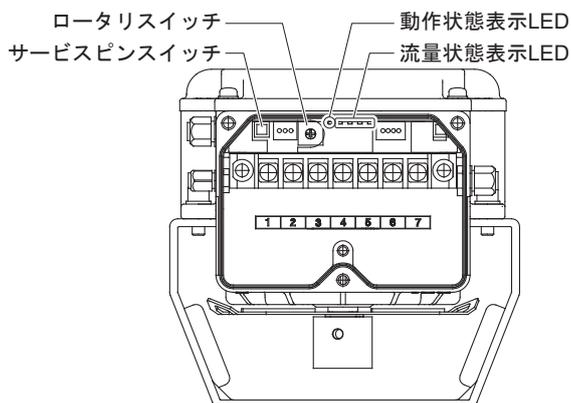

図15 設定用スイッチ
* 本製品におけるサービスピンスイッチとロータリスイッチの位置については、『図15 設定用スイッチ』を参照してください。
- (1) サービスピンスイッチを10秒間長押しします。
- (2) 調整モードに入ります。
- (3) 目的の動作番号まで、ロータリスイッチを回します。